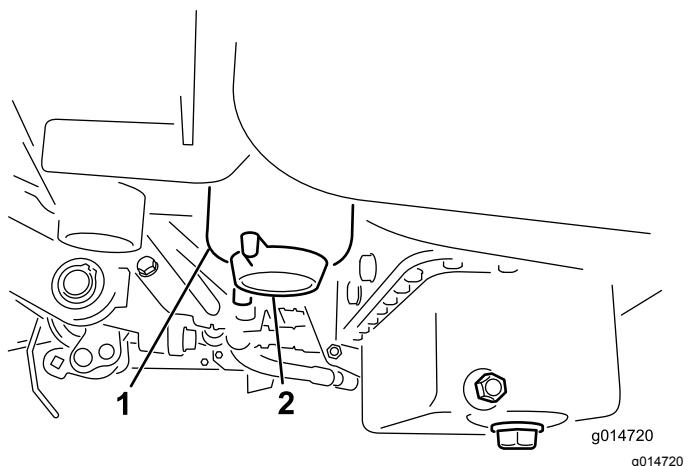

図 49
2. フィルタ容器(図49)の周辺をウェスできれいにぬぐう。
4. フィルタのドレンプラグを開く図49。